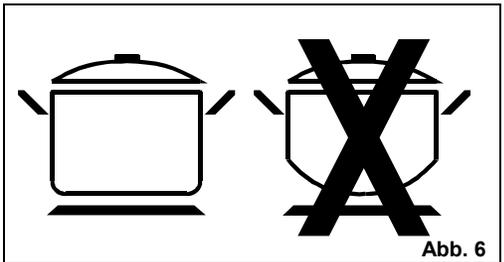

Abb. 6
- Benutzen Sie Töpfe mit einem flachen und starken Boden (Abb. 6). Unflache Böden verlängern die Kochzeit.
- Benutzen Sie Töpfe mit Deckel (Abb. 6).
- Benutzen Sie keine Töpfe, die einen kleineren Durchmesser als den der Platten haben (Abb. 6). Wenn Sie Töpfe kaufen, beachten Sie, dass der Hersteller oft den oberen Durchmesser des Topfes angibt, der im Allgemeinen größer als der Bodendurchmesser ist.